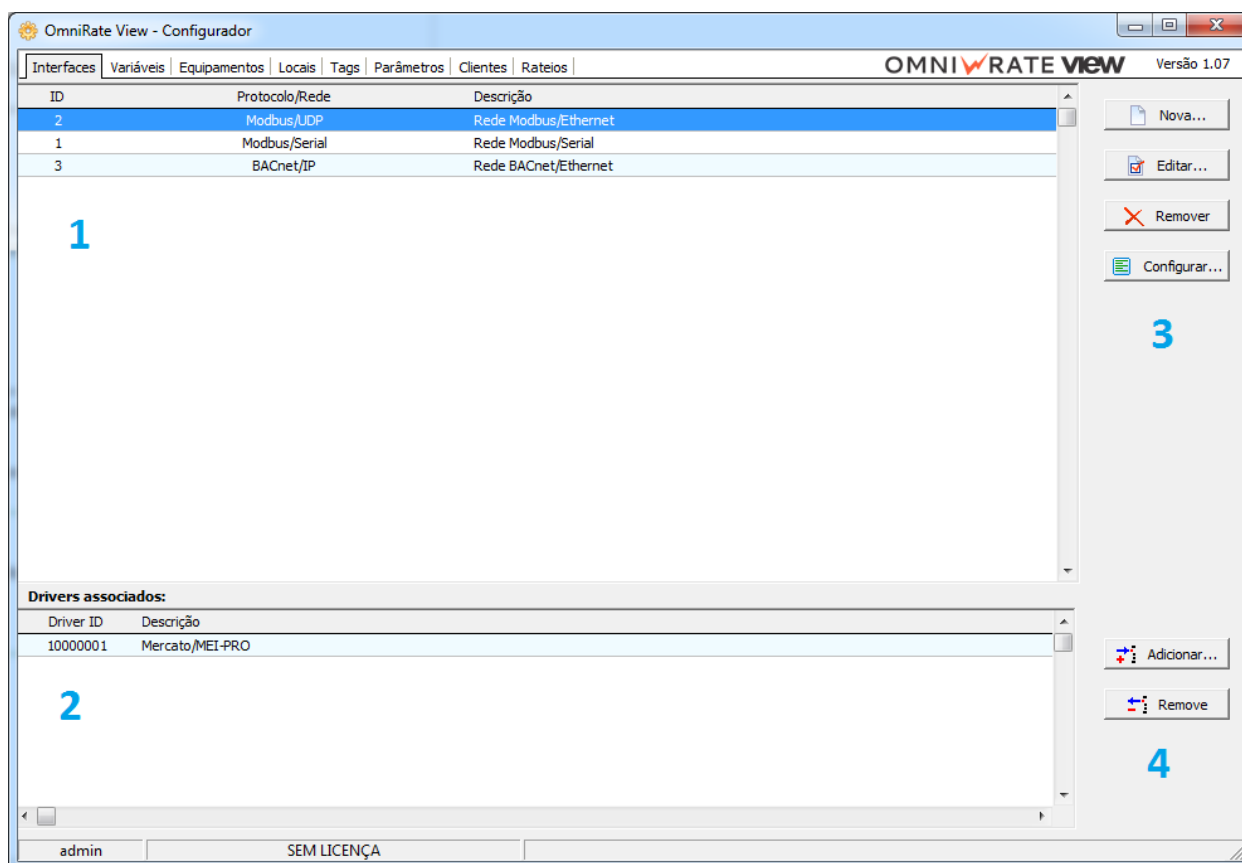

Figura 3.1 – Tela de configuração das interfaces.
As interfaces configuradas são mostradas na lista principal (figura 3.1, item 1). Novas interfaces podem ser incluídas através dos botões laterais (figura 3.1, item 3). O botão “Configurar” permite configurar os parâmetros específicos da interface selecionada, tais como porta, velocidade, timeout, etc.
Para cada interface configurada (através dos botões da figura 3.1, item 3) é necessário que se tenha conexão com pelo menos um driver de equipamento, mostrados na parte inferior da tela (figura 3.1, item 2). Os drivers de equipamento são responsáveis pela comunicação com cada modelo de equipamento
Quando se tenta adicionar um novo driver (figura 3.1, item 4), somente os que são compatíveis com a interface atualmente selecionada são apresentados. Se um determinado modelo de equipamento é utilizado em duas interfaces, é necessário incluir o driver em ambas interfaces. A lista inferior mostra quais são os drivers habilitados para a interface selecionada na lista superior (figura 3.1, item 1).